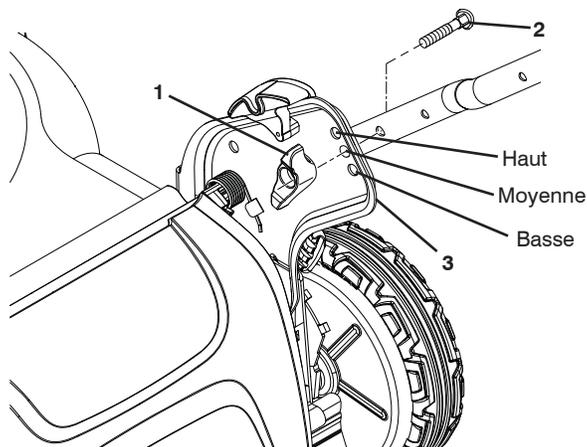

Figure 27
1. Enlevez le bouton et le boulon de chariot sur un (1) côté du guidon inférieur (Figure 27).